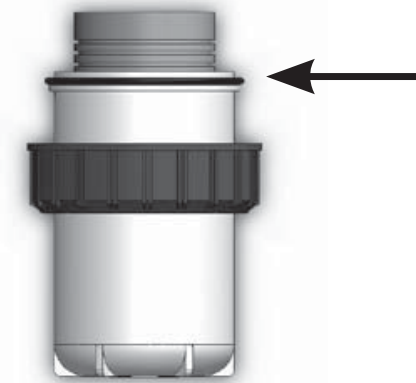

Figure 7 Joint torique sur carter
4. Jeter la cartouche utilisée et nettoyer les boîtiers de carter comme exigé. S'assurer de rincer complètement le carter avec de l'eau pour éliminer tous les agents nettoyants. Avant d'installer une nouvelle cartouche, s'assurer que les joints toriques sont correctement placés sur les épaules au sommet du carter (Consulter la Figure 7), s'il y a des dégâts visibles sur les joints toriques, les remplacer (P/N : OR40-50).